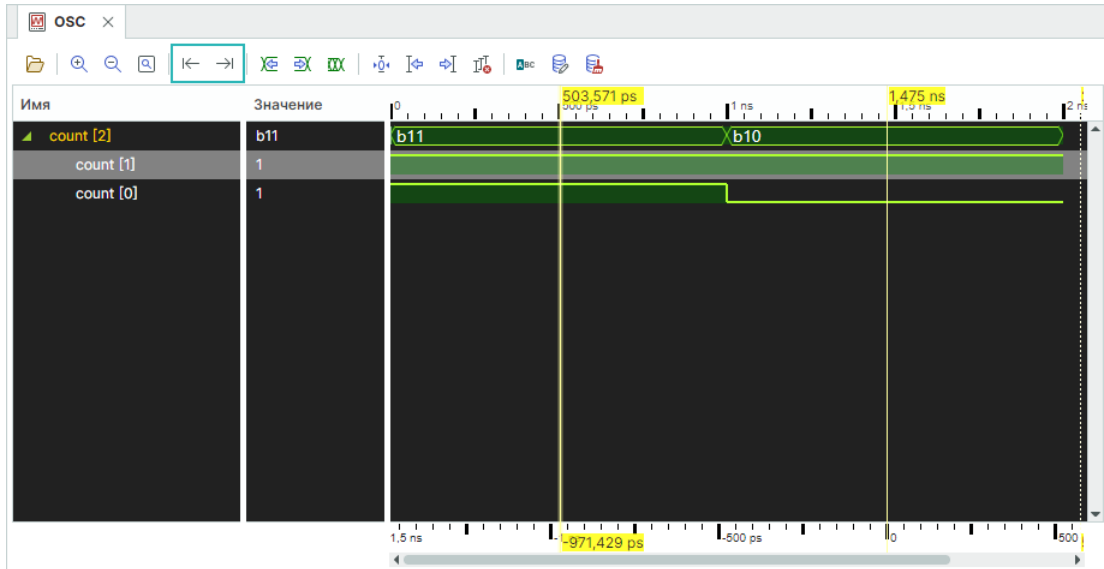

Рис. 39 Расположение кнопок перемещения по оси времени
- Перемещение по оси времени, см. Рис. 39.